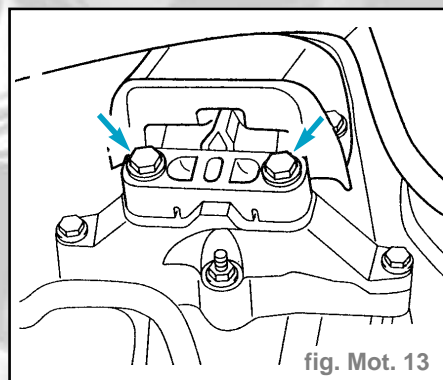

fig. Mot. 13
- Dévisser le support de boîte de la console de BV (fig. mot. 13).